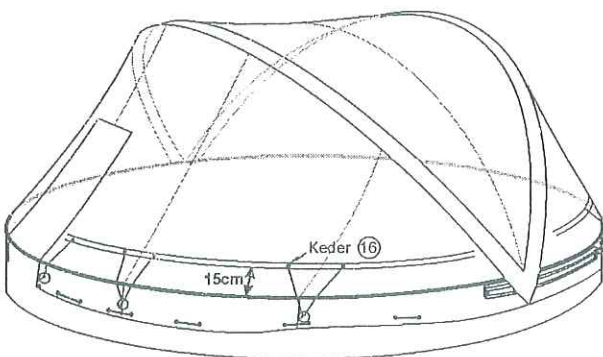
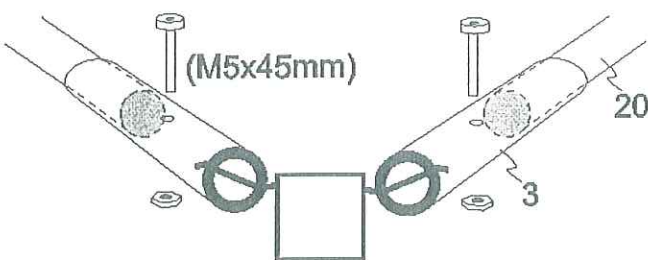

Abb. 9.1
Abb. 9.2
## Richtige Einstellung von Einsteckhülsen (Abb. 9.1/9.2)
- Befindet sich der Keder weniger als 15 cm vom Schwimmbeckenrand (Abb. 9.1), müssen in die Einsteckhülsen (14) Schrauben (M5x45mm) laut Skizze eingesteckt werden. (Abb. 9.2)
- Ist der Reißverschluss schwer zu schließen durch die Spannung in der Folie, so ist die richtige Positionierung der „C“ Profile (1) zu überprüfen. Falls die „C“ Profile richtig positioniert sind, müssen in die Einsteckhülsen (3) Schrauben (M5x45mm) laut Skizze eingesteckt werden.
- Bei voll eingebauten Becken müssen immer in die Einsteckhülsen (3) Schrauben (M5x45mm) laut Skizze eingesteckt werden.